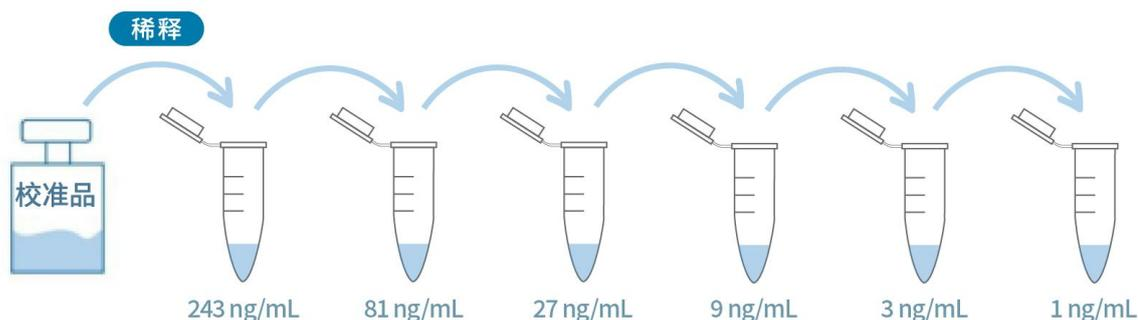

图 3 校准品稀释操作示例
- 校准曲线配制：参照图 3 和表 3 对校准品进行梯度稀释。